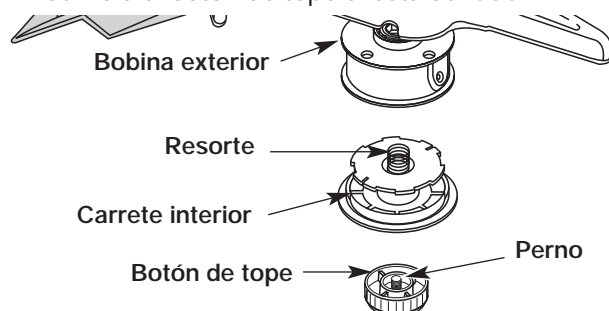

Fig. 27
1. Sostenga la bobina exterior con una mano y desenrosque el botón de tope en sentido antihorario (Fig. 27). Inspeccione el perno de adentro del botón de tope para verificar que se mueva con libertad. Cambie el botón de tope si está dañado.
2. Saque el carrete interior de la bobina exterior (Fig. 27).
3. Saque el resorte del carrete interior (Fig. 27).
1. Sostenga la bobina exterior con una mano y desenrosque el botón de tope en sentido antihorario (Fig. 27). Inspeccione el perno dentro del botón de tope para verificar que se mueva con libertad. Cambie el botón de tope si está dañado.
2. Saque el carrete interior viejo de la bobina exterior (Fig. 27).
3. Saque el resorte del carrete interior viejo (Fig. 27).